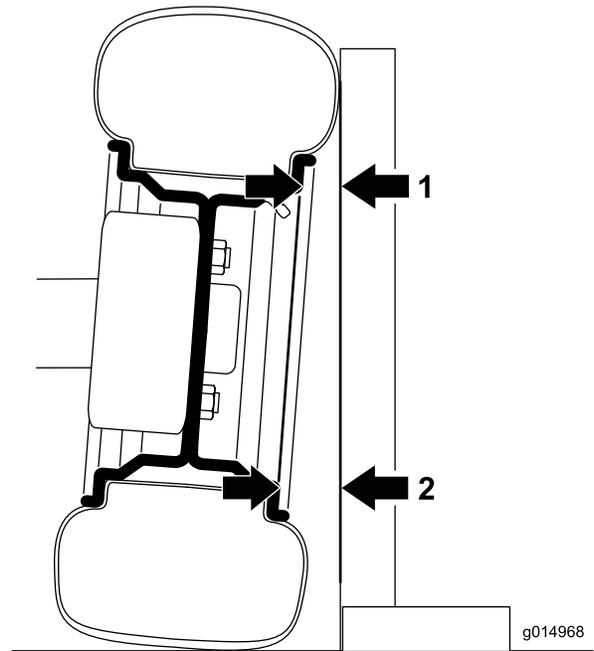

Bild 41
1. Zum Messen der Neigung legen Sie ein rechtwinkliges Rechteck auf den Boden, wobei die vertikale Kante die Vorderseite des Reifens berühren sollte (Bild 41).
2. Messen Sie von demselben Teil der Nabe oben und unten am Reifen zum Rechteck (Bild 41).